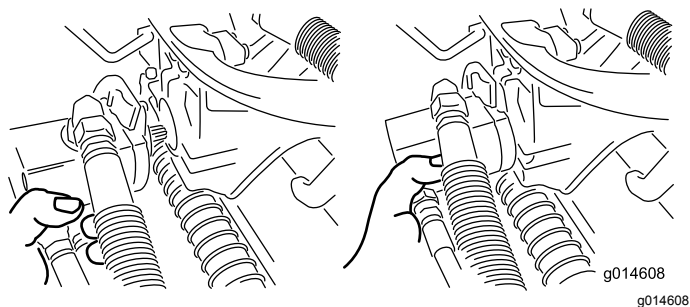

図 46
3. 外したモータは、サスペンションアームの前部にある一時保管位置にセットしておく(図 46)。